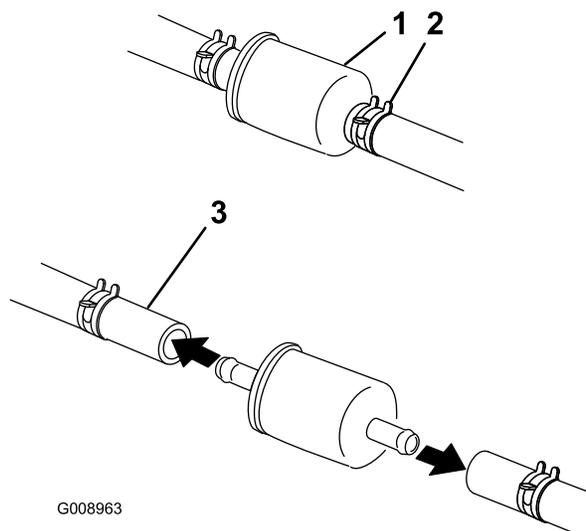

Figure 20
1. Fermez le robinet de carburant, desserrez le collier de flexible côté carburateur et débranchez la conduite d'alimentation du filtre (Figure 20).